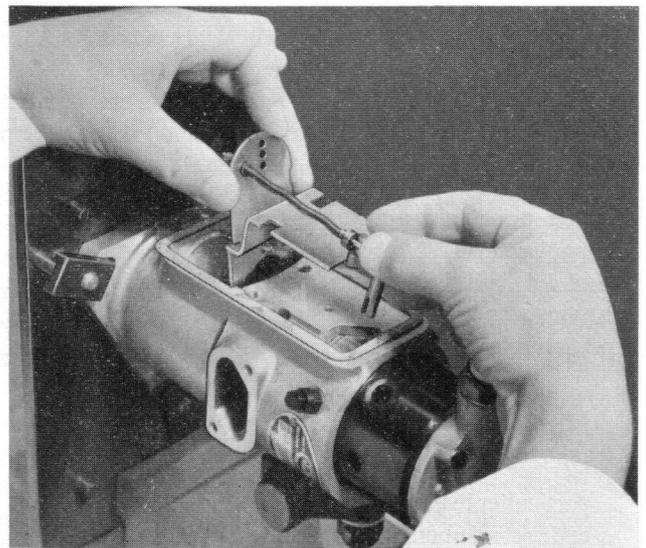

Fig. 24 Démontage de la commande de régulateur
7. Sortir du carter de pompe (Fig. 24) la tringlerie complète de commande de régulateur avec la soupape de dosage et le levier de stop.